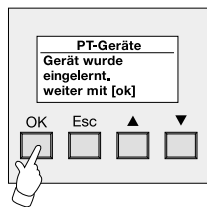

Bild 18:
12. Das Endgerät wurde eingelernt (vgl. Bild 18). Die Betätigung der Taste "OK" schließt den Einlernvorgang ab und es wird zurück ins Menü 'BT-Geräte' gesprungen.